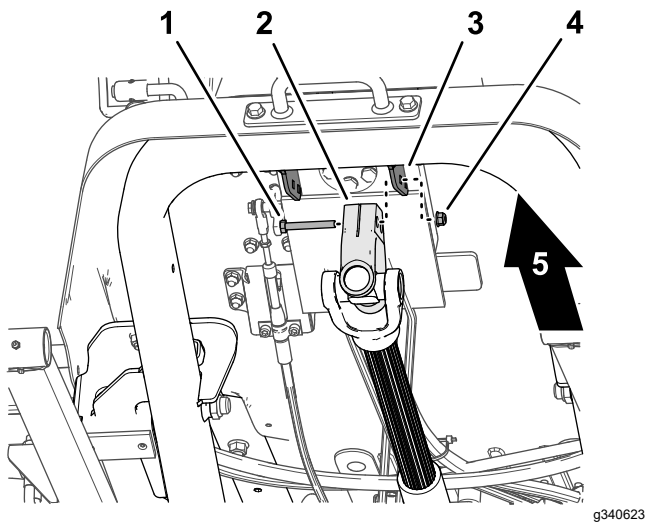

Figura 15
1. Sujetando el árbol de transmisión, retire el tornillo y la contratuerca que sujetan la horquilla del árbol de transmisión al soporte de la válvula de dirección (Figura 15), y baje con cuidado el árbol de transmisión.